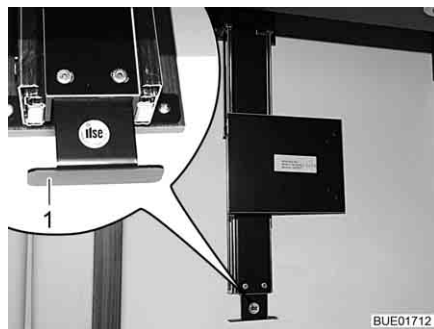

Bild 64 Halterung hinter Hängeschrank
- Auszug am Griffstück (Bild 64,1) bis zum Anschlag nach unten ziehen.